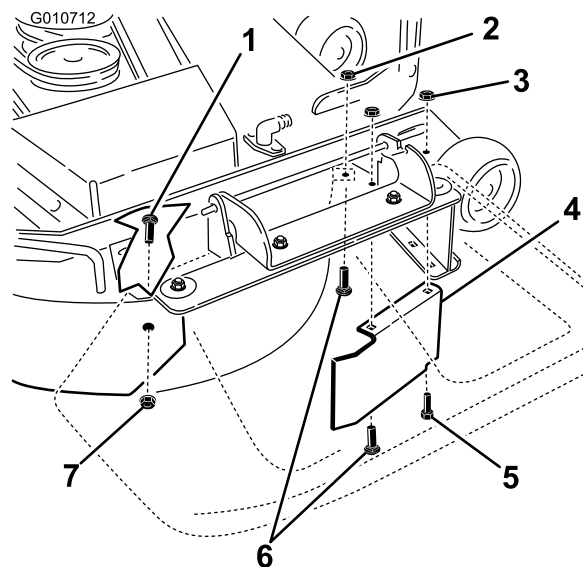

Figure 34
9. Sur la paroi arrière du plateau de coupe, retirez le boulon de carrosserie (5/16 x 3/4") et le contre-écrou (5/16") qui fixent le déflecteur au plateau (Figure 34).
10. Trouvez la protection du déflecteur sur le bord avant de l'ouverture d'éjection latérale. Retirez les fixations qui maintiennent la protection du déflecteur droit sur le plateau de coupe, comme indiqué à la Figure 34. Déposez le déflecteur et conservez toutes les fixations.
13. Placez les fixations retirées précédemment dans les trous avant de la plaque d'éjection et le trou à l'avant du plateau de coupe (Figure 34).